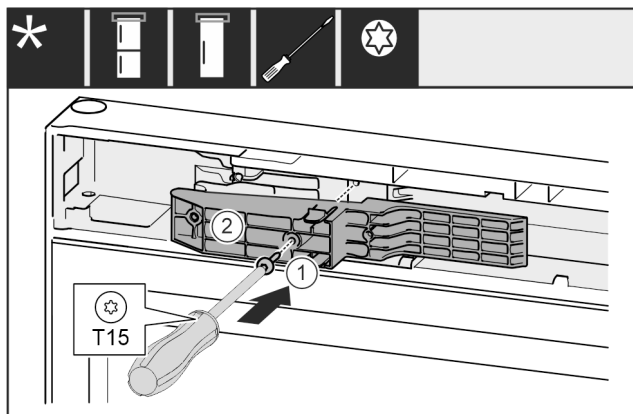

Fig. 51 *
- ▷ 将把手侧的适配件 Fig. 51 (1) 插入凹槽。*
- ▷ 将螺钉 Fig. 51 (2) 用螺丝刀拧紧。*